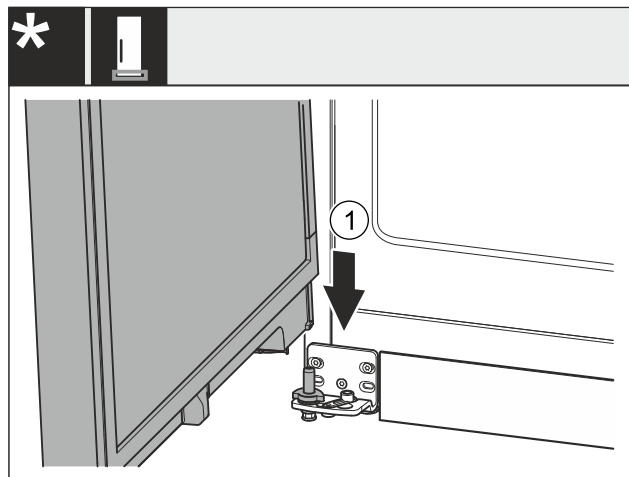

Fig. 43 *
- ▶ Helyezze fel az ajtót felülről az alsó csapszegre Fig. 43 (1).*